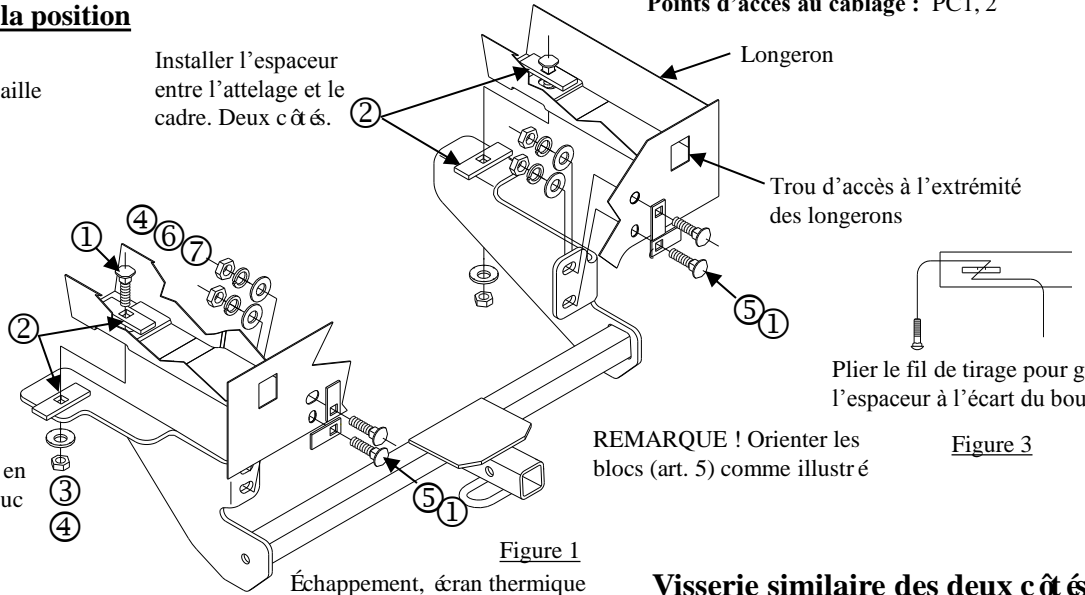

Figure 1
9. Installer la visserie restante comme illustré ci-dessus. Figure 1. Orienter les blocs (article 5) tel qu'illustré. (Les blocs ne doivent pas se chevaucher)